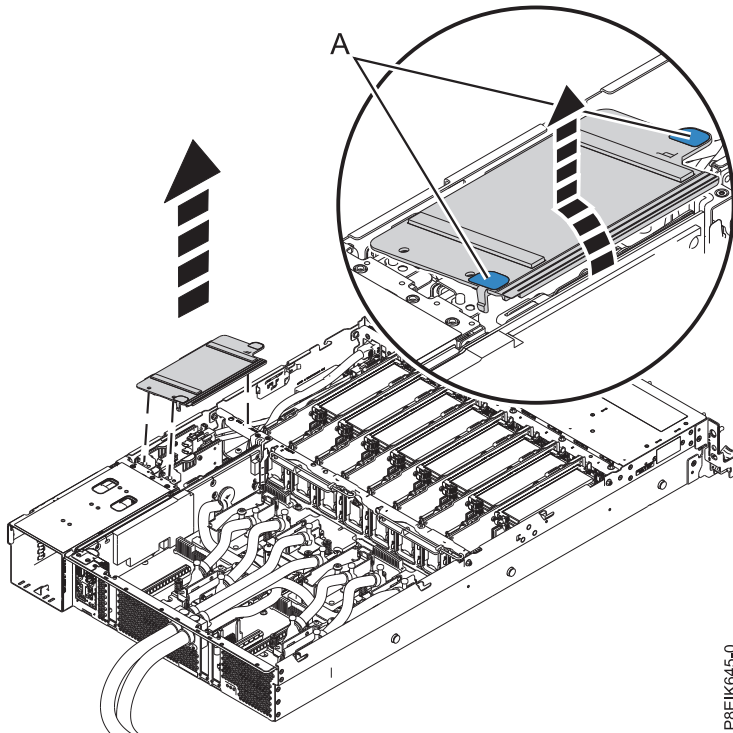

Figura 142. Extracción del deflector de aire de la tarjeta de expansión de alimentación
2. Extraiga el deflector de aire de la tarjeta de expansión de alimentación. Utilizando las pestañas azules (A), libere el deflector y levántelo del sistema. Consulte la Figura 142 en la página 126.